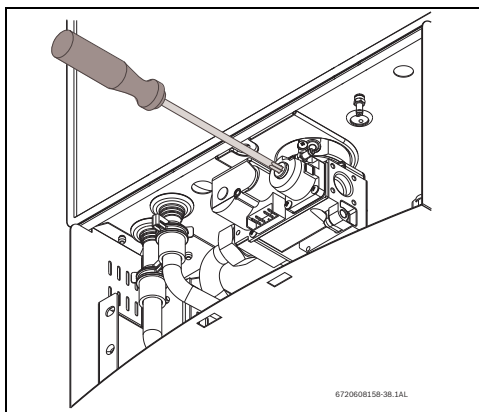

Fig. 54 *Regolazione di CO2 nel programma P2*
- ▶ Rimuovere il sigillo giallo, presso il tappo di protezione frontale della valvola gas, ed operare tramite una chiave Torx n° 40 (Fig. 54).
- Inserire il tappo di protezione della parte frontale della valvola gas (Fig. 54).